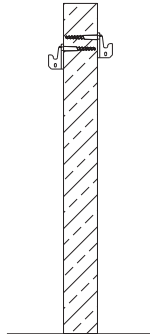

Abb.91
- 2.) Nach dem Betonieren montieren Sie die Einhängeschuhe an die Anker (Abb.91).